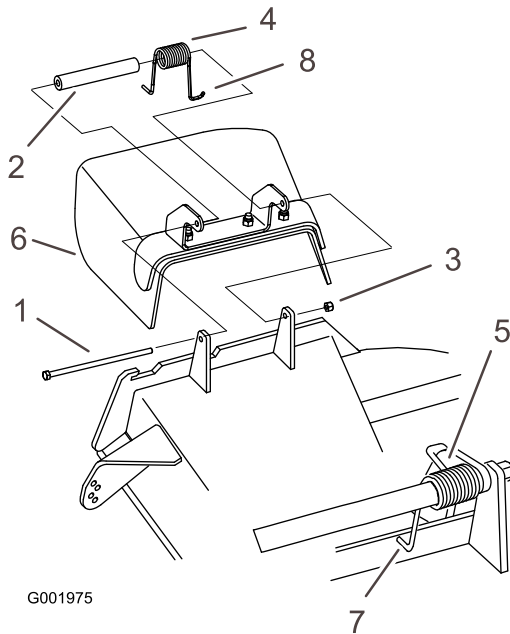

Figure 75
1. Retirez le contre-écrou, le boulon, le ressort et l'entretoise qui fixent le déflecteur aux supports de pivot (Figure 75).
**Remarque:** Prenez soin de placer une extrémité en **J** du ressort derrière le bord du tablier avant de mettre le boulon en place, comme illustré à la Figure 75.
4. Remettez le boulon et l'écrou. Accrochez l'extrémité en **J** du ressort au déflecteur d'herbe (Figure 75).